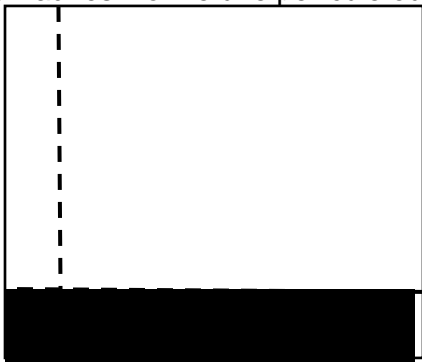

Figure 1 : Bande d'adhésif
- Appliquez l'adhésif en bandes ne dépassant pas 60 ou 90 cm (2 ou 3 pi) (Figure 1) sur la moitié de la pièce à la fois afin de pouvoir commencer l'installation le long de la ligne centrale. N'appliquez pas plus d'adhésif que vous pourrez couvrir en 45 minutes. En laissant un temps ouvert de 10 minutes et en ajustant le carreau de bordure de façon serrée, les déplacements de carreaux et le débordement d'adhésif pendant la pose seront minimisés. NE laissez PAS l'adhésif former une pellicule ou sécher. Si l'adhésif forme une pellicule ou sèche, retirez-le et réappliquez.